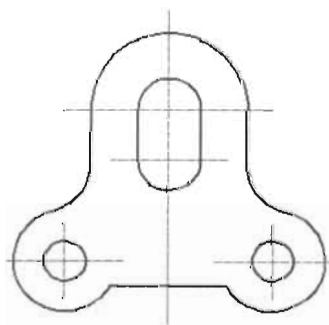

图 10-73
(1) 根据原始文件路径打开图形, 如图 10-73 所示。